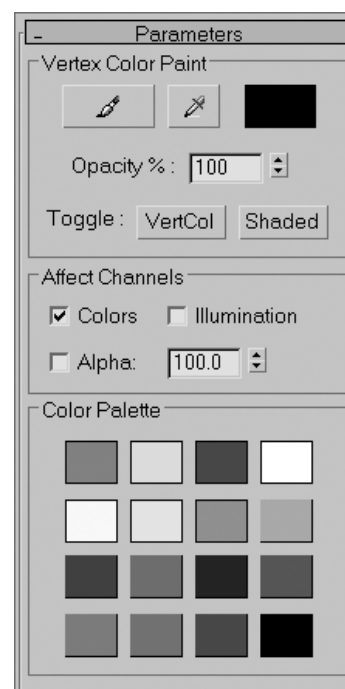

Рисунок 18.28.
3. Выберите модификатор VertexPaint в категории Mesh Editing (Редактирование каркаса) из списка доступных модификаторов (рис. 18.28).